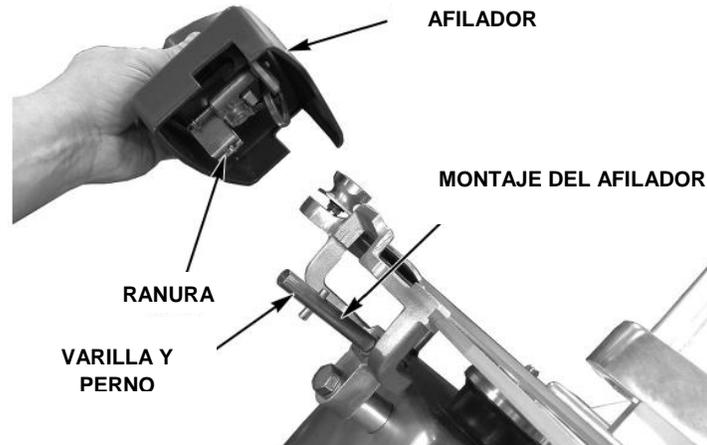

Fig. 17
- Instale el afilador y bájelo para que la muesca entre en la varilla y en el perno del montaje del afilador (Fig. 17).